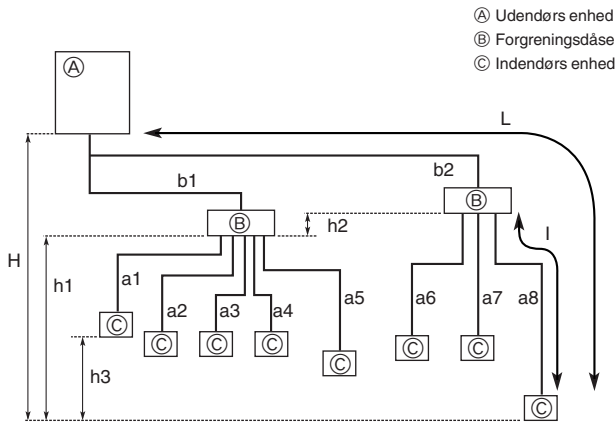

Fig. 5-1
5.2. Rørlængde og højdeforskel (Fig. 5-1)